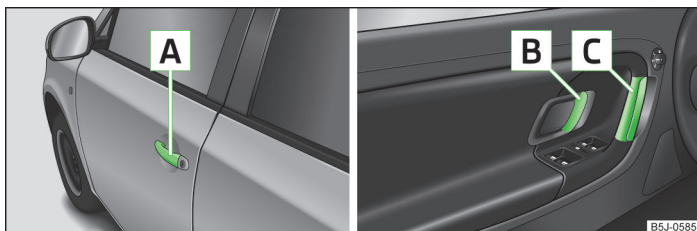

Fig. 11 Tirador/palanca de apertura de la puerta
- Desbloquee el vehículo y tire del tirador **A** » fig. 11 de la puerta correspondiente.